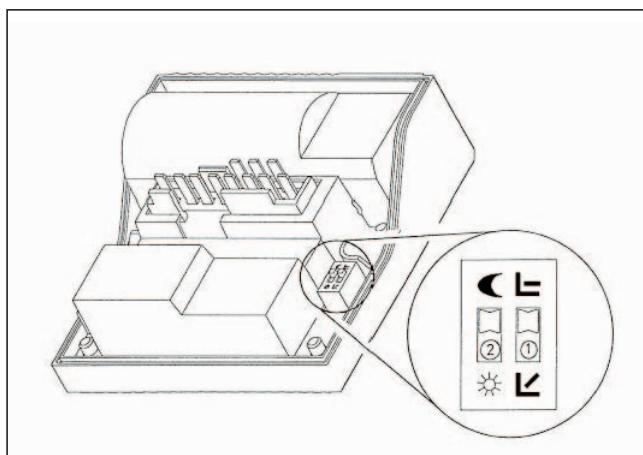

Fig. 3.3 Interruttore DIP nel coperchio della morsettiera
- Porre l'interruttore DIP 2 (fig. 3.3) nel coperchio della morsettiera sul simbolo ⌚.
- Porre l'interruttore DIP 2 (fig. 3.3) sul simbolo 💡, per disattivare l'abbassamento notturno.